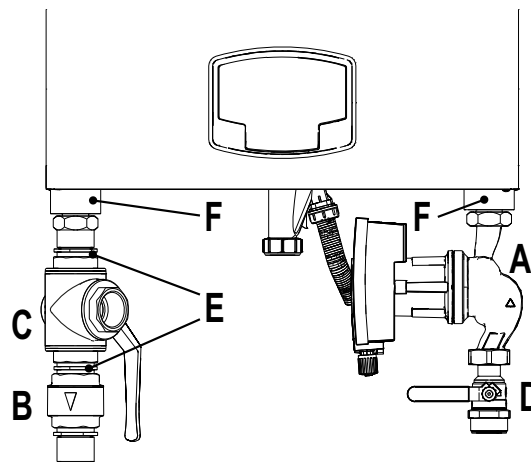

fig. 34- Chaudière avec les kits installés
réf. 042070X0 - KIT CIRCULATEUR HAUTE EFFICACITÉ - 7m. (A - fig. 34)
réf. 042071X0 - KIT CIRCULATEUR HAUTE EFFICACITÉ - 10m. (A - fig. 34)
- 1 **CLAPET ANTI-RETOUR - Femelle 1"1/2** (B - fig. 34)
- 2 **ROBINET 3 voies - Femelle 1"1/2** (C - fig. 34)
- 3 **ROBINET mâle/femelle 1"1/2** (D - fig. 34)
- 4 **NIPPLE OU MAMELON DE RACCORDEMENT 1"1/2** (E - fig. 34)
- 5 **Tuyau de raccordement refoulement et retour 1"1/2** (F - fig. 34)